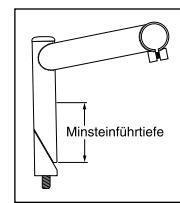

Abb. 1
4. Führen Sie den Schaft bei Lenkrohren mit Gewinde bis zur Mindesttiefe (entsprechend den CPSC- und JIS-Normen2) ein. Der Schaft muß so tief eingeführt werden, daß er, vom untersten Ende des Schaftes gemessen, mindestens 2,5mal tiefer liegt, als der Durchmesser des Schaftes beträgt. (Nicht vom unteren Ende des Keils messen; siehe Abb. 1).